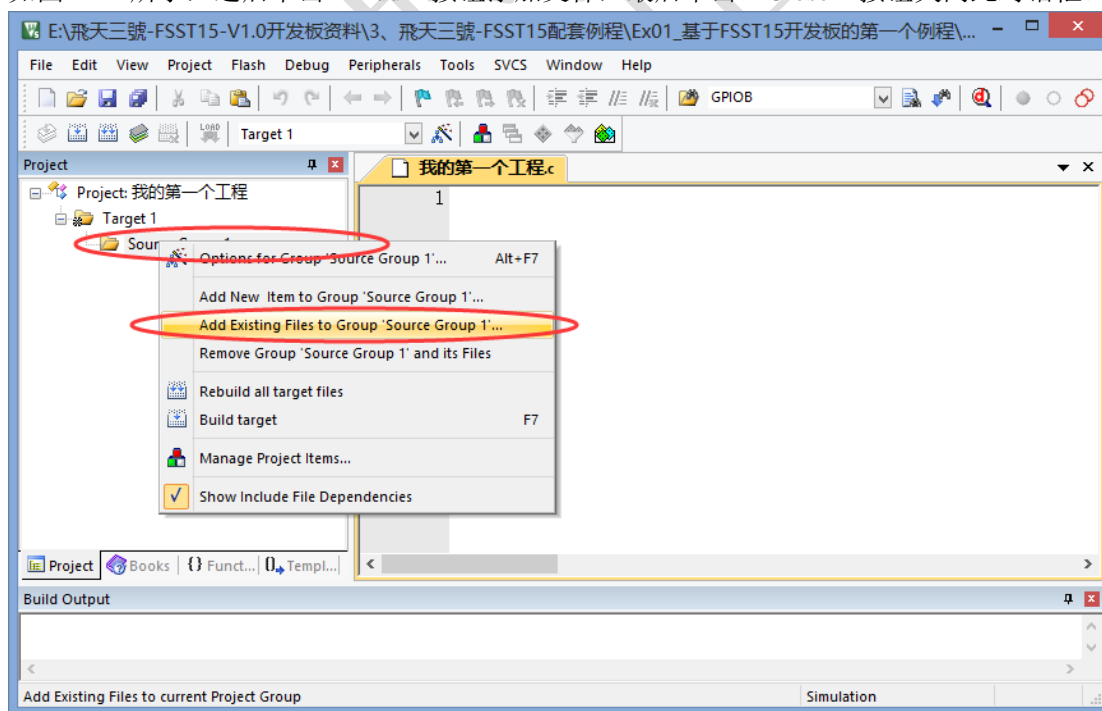
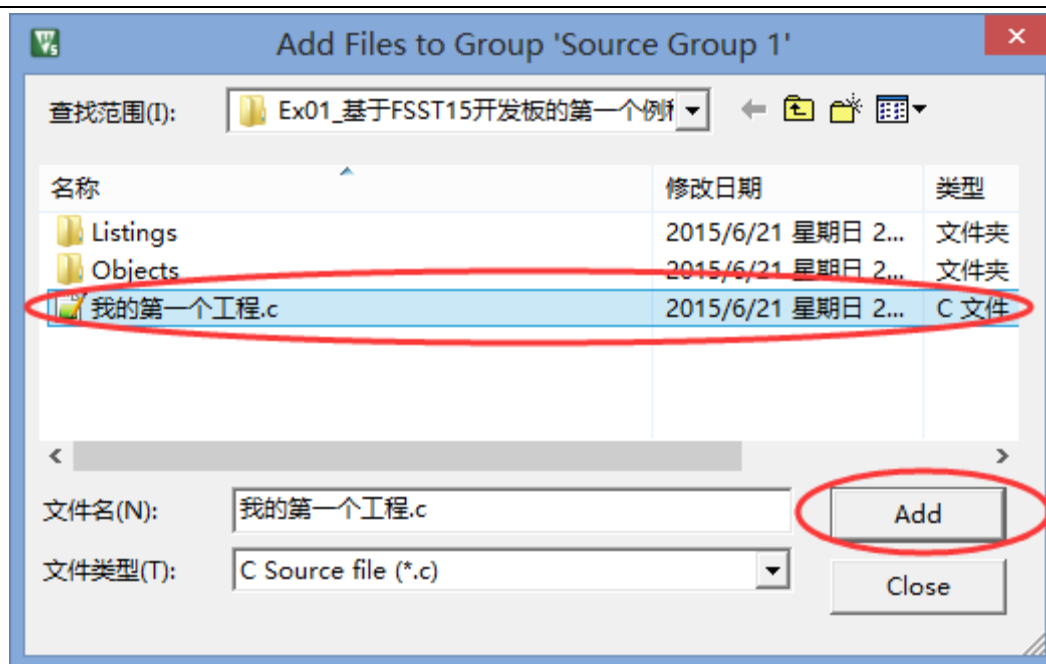

图 2-11 添加现有的文件到“Source Group 1”
图 2-12 选择“我的第一个工程.c”文件
(7) 回到编辑界面, 单击“Project”窗口处“Target1”前的“+”号, 选中“Source Group 1”并右键单击, 弹出如图 2-11 所示下拉菜单, 然后选中“Add Files to Group ‘Source Group 1’”菜单项, 接着弹出一个对话框, 选中上面所保存的文件(也即“我的第一个工程.c”), 如图 2-12 所示, 之后单击“Add”按钮添加文件, 最后单击“Close”按钮关闭此对话框。